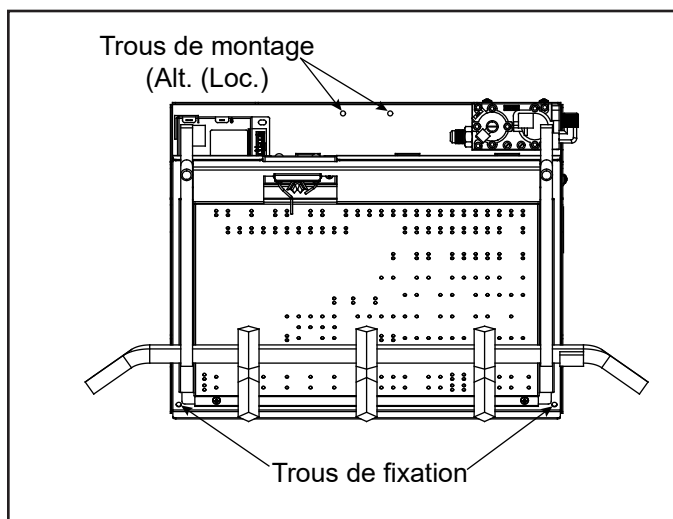

Figure 8.1 Trous de fixation
4. Une fois l'appareil correctement positionné, d'un côté à l'autre et de l'avant à l'arrière, marquez la position des trous de fixation sur le sol du foyer. Voir la figure 8.1 pour l'emplacement des trous de fixation.